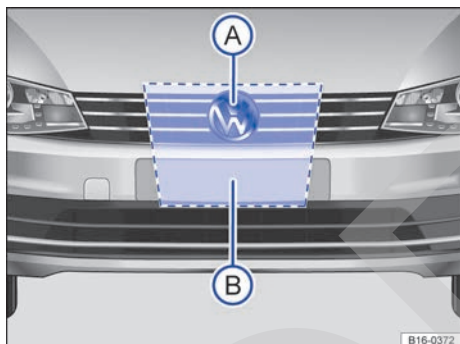

Fig. 137 En la parrilla del radiador, detrás del emblema de Volkswagen: sensor de radar (A) y zona que hay que dejar libre alrededor del sensor de radar (B).
En la parrilla del radiador, detrás del emblema de Volkswagen, va montado un sensor de radar → **fig. 137 (A)** para captar la situación del tráfico. Este sensor permite detectar vehículos que circulen por delante a una distancia de hasta 120 m aprox.
La zona situada delante y alrededor del sensor de radar → **fig. 137 (B)** no se deberá cubrir nunca con adhesivos, faros adicionales, marcos embelecadores para la matrícula ni similares, pues esto podría perjudicar el funcionamiento del Front Assist.